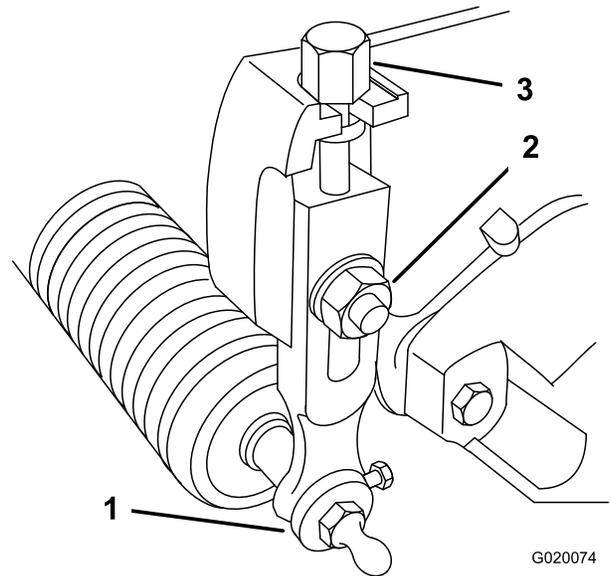

Рисунок 18
1. Ослабьте контргайки, которые крепят рычаги регулировки высоты скашивания к боковым пластинам режущего блока (Рисунок 18).